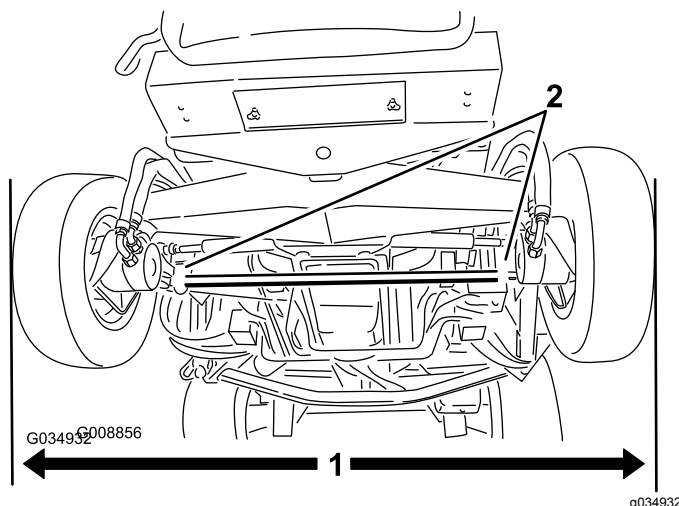

Figure 115
1. Placez les roues en position ligne droite, puis mesurez la distance extérieure (à hauteur d'essieu) à l'avant et à l'arrière des roues directrices (Figure 115).
2. Pour régler le pincement, desserrez les fixations aux deux extrémités des biellettes (Figure 115).